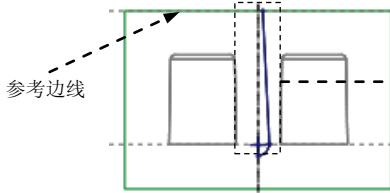

图 25.7 截面草图
- (1) 选取旋转类型。在出现的操控板中，确认“实体”类型按钮 被按下。
- (2) 定义草绘截面放置属性。右击，从快捷菜单中选择 **定义内部草绘...** 命令。草绘平面为 MOLD_FRONT，草绘平面的参考平面为 MOLD_RIGHT 基准平面，草绘平面的参考方位是 **右**，单击 **草绘** 按钮。至此，系统进入截面草绘环境。
- (3) 进入截面草绘环境后，选取 MOLD_RIGHT 和 MAIN_PARTING_PLN 为草绘参考和图 25.7 所示的边线为参考边线，绘制图 25.7 所示的截面草图。完成特征截面后，单击“草绘”操控板中的“确定”按钮 **✓**。